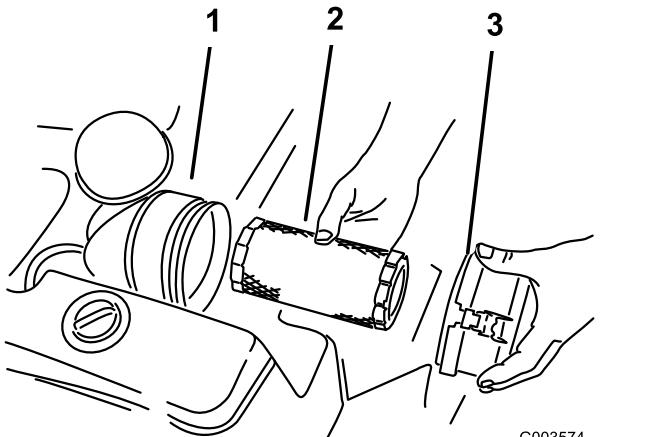

Рисунок 2
4. Снимите крышку воздухоочистителя и фильтр (Рисунок 2).